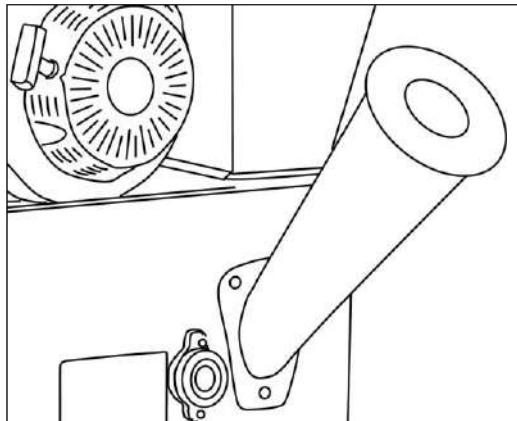

Fig.4
6.3. Mis en place de la trémie: (Fig.4)